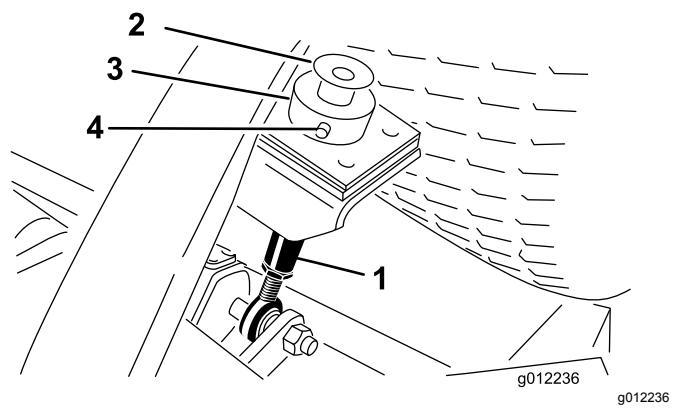

Figura 21
2. Retire el perno y la arandela del extremo superior de ambas varillas de ajuste de la altura de corte (Figura 21).
3. Retire el pasador de horquilla y la chaveta que fijan el collar de ajuste de la altura de corte a la varilla de ajuste de la altura de corte en la parte trasera de la unidad de corte (Figura 21). Retire el collar de ajuste de la altura de corte.